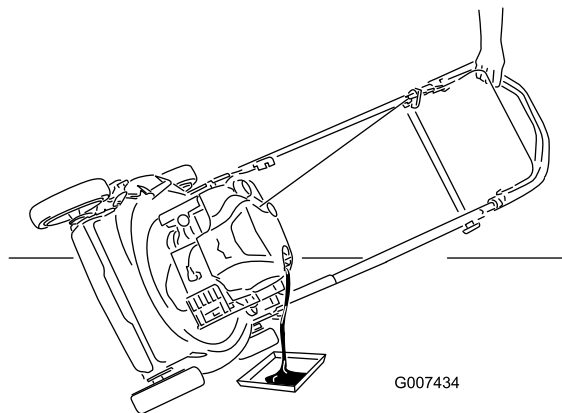

Figur 40
1. Använd en skruvmejsel för att öppna luftfilterskyddet (Figur 40).